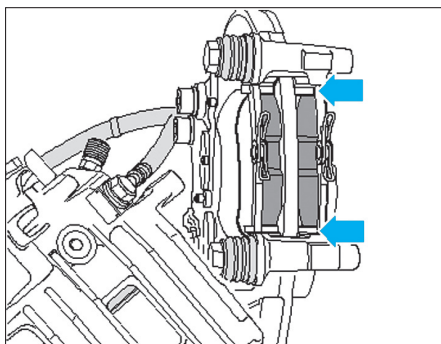

Fig. 12
- Déposer les plaquettes de frein et les ressorts de retenue des plaquettes (Fig.12).